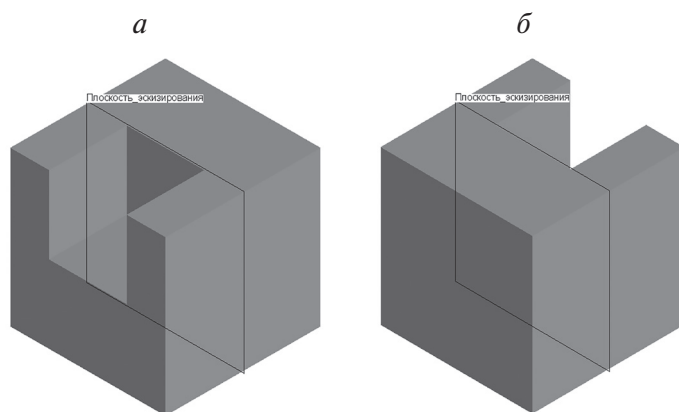

Рис. 4.18. Влияние изменения направления распространения операции
- параметр **Изменить направление глубины...**  определяет направление распространения операции относительно плоскости рисования (**Повернуть**). Различия показаны на рис. 4.18.